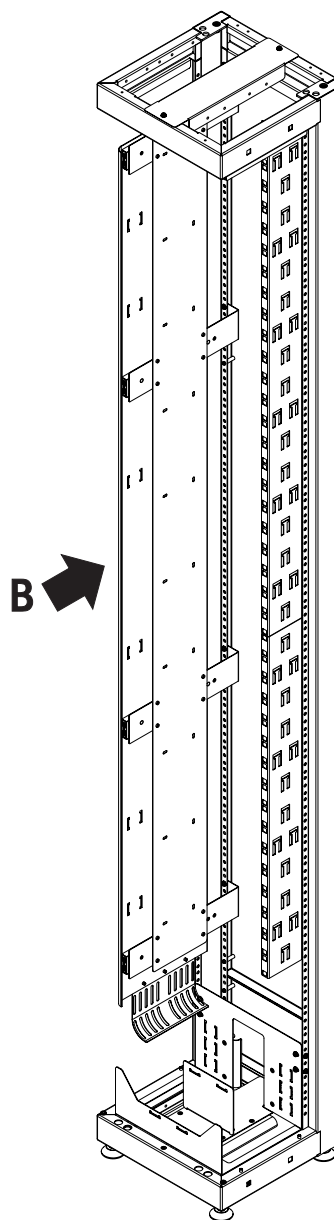

Figura 9
2. Para el cierre empuje el soporte (Figura 9, B).